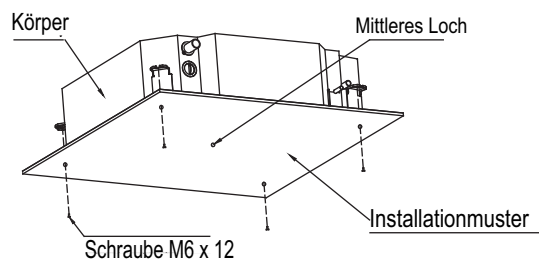

Abb.1-6
- 2 Nach der Installation des Körpers sollte für die Installation des Körpers eine Papierschablone mit Stift verwendet werden, um im Voraus die Größe und Position des Deckenloch festzulegen (Siehe Abb.1-6).